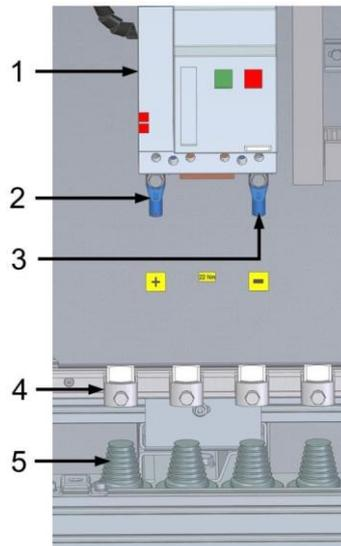

Abbildung 13: DC-Anschluss
1. Richtige Polarität **beachten** (Abbildung 13).